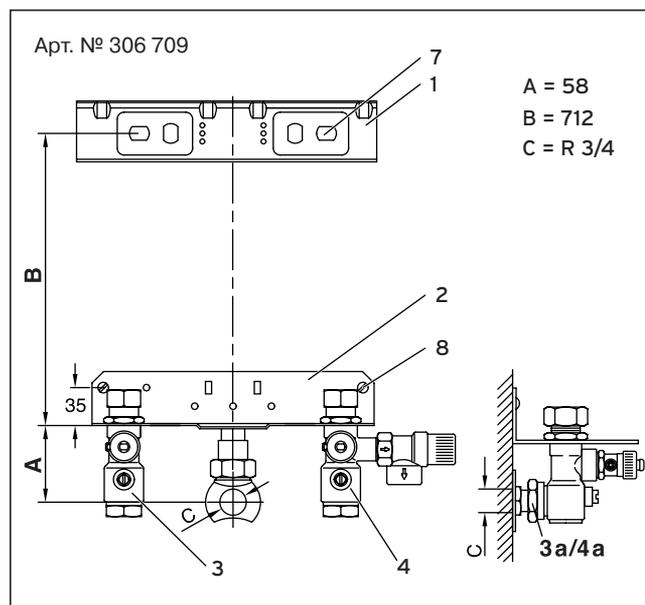

Рис. 3.4 Соединительная консоль VU (скрытый монтаж)
- Разметьте с помощью прилагаемого к аппарату монтажного шаблона крепежные отверстия для держателя (1) и соединительной консоли (принадлежность) (2) (см. рис. 3.4, 3.5 и 3.6).
- Закрепите входящий в объем поставки держатель (1) на стене.
- Установите соединительную консоль (2).
- Установите аппарата сверху на держатель и одновременно введите соединительные трубы для подачи (3) и возврата (4) греющей воды в соответствующие патрубки на соединительной консоли.